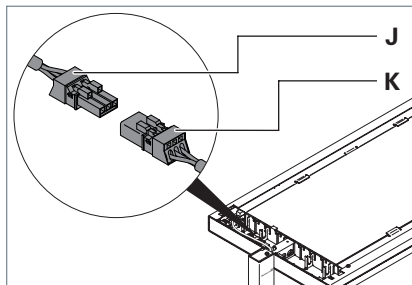

Fig. 5: Raccorder la tête du luminaire, partie 2.
- Raccordez le connecteur femelle **J** à la fiche **K** sur la tête du luminaire, voir Fig. 5.